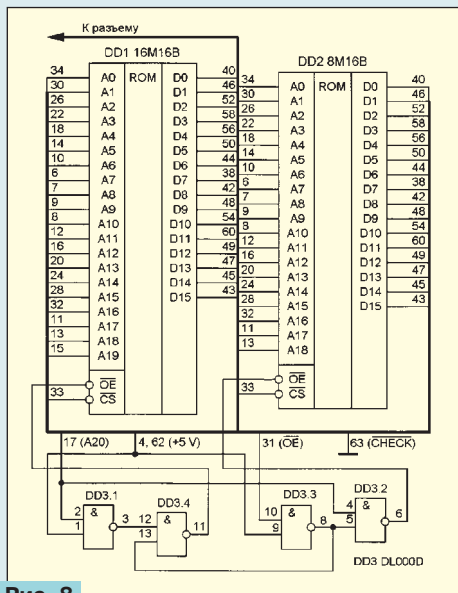

Рис. 8
В картриджах с двумя восьмиразрядными ПЗУ (схема на рис. 7, игра "MORTAL КОМБАТ-1") чаще всего в одной из микросхем (обычно маркированной буквой L) записаны младшие (D0—D7), а в другой (H) — старшие (D8—D15) разряды каждого 16-разрядного слова данных. Но встречаются картриджи, в которых разряды распределены между микросхемами иначе. Более сложный вариант (схема на рис. 8, игра "BOOGERMAN") содержит два 16-разрядных ПЗУ, причем сигнал OE переходит на соответствующий вход только одного из них в зависимости от уровня сигнала A20. Логика выбора реализована на элементах микросхемы DD3 (аналог K555ЛА3). Информационная емкость ПЗУ DD1 и DD2 иногда бывает не одинаковой.